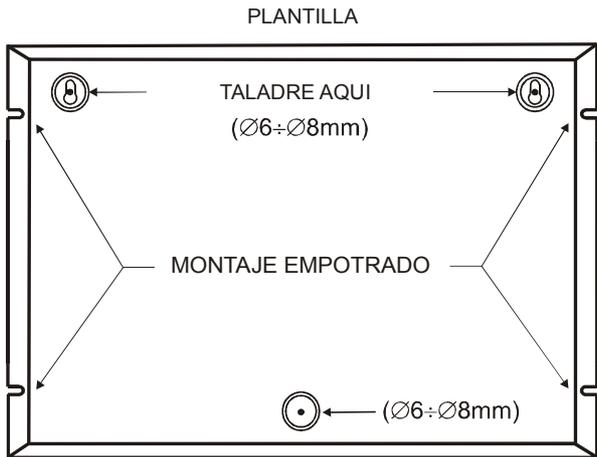

Figura 4.
- Utilice la plantilla suministrada para determinar los orificios de anclaje en la pared – vea la figura 4.